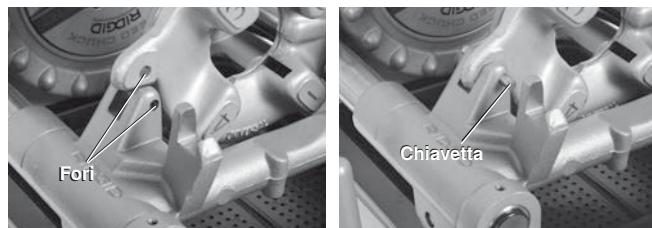

Figura 24 – Trattenimento in posizione della Testa di filettatura sinistrorsa
1. Inserire una chiavetta $\frac{5}{16}$ " lunga 2" attraverso i fori nel supporto del carrello e la testa di filettatura sinistrorsa per trattenere in posizione (vedere Figura 24).